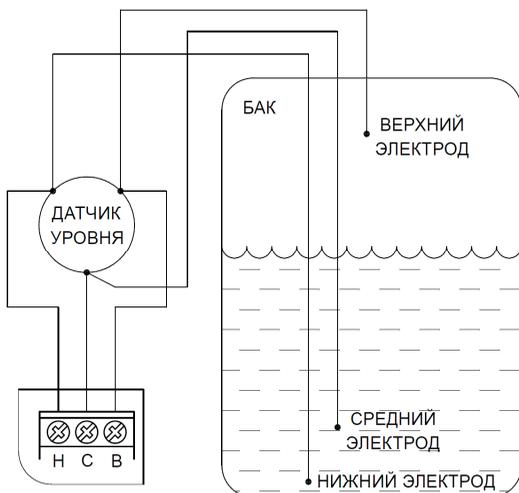

Рисунок 9. Подключение датчика уровня.
- **датчик уровня** подключать, как показано на рис. 9 (более подробно смотри руководство по эксплуатации на датчик уровня);